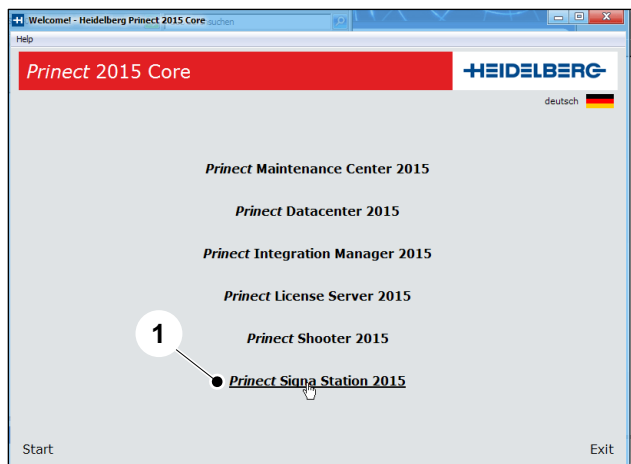

Abb. 3 Menü Prinect 2015 Core
3. Klicken Sie auf den Menüeintrag **Prinect Signa Station 2015** (Abb. 3/1).